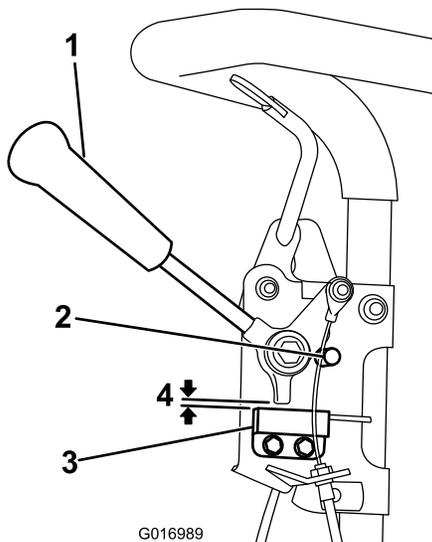

図 33
1. エンジン停止、走行レバーが解除されてニュートラルストップにあることを確認する（図 33）。
2. スイッチ（図 33）を固定しているネジをゆるめる。
3. 走行レバーとスイッチ（図 33）の間に0.08 cm のすきまゲージをはさむ